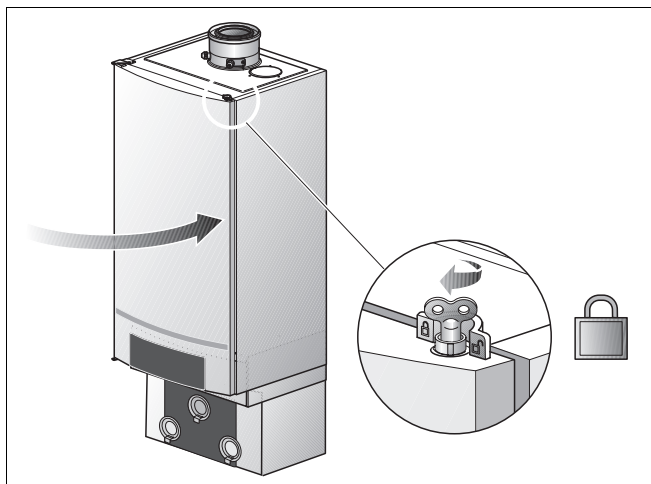

Рис. 95 Закрывание двери котла
- Закрывать дверь котла (рис. 95) и запереть замок с помощью ключа для удаления воздуха, повернув его на  $\frac{1}{4}$  оборота вправо.